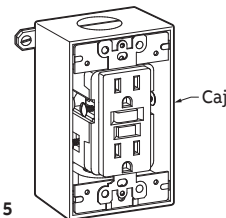

Figura 5
- Empuje todos los cables dentro de la caja de salida. Luego fije el receptáculo a la caja instalando los tornillos suministrados a través de las ranuras elongadas (Figura 5).